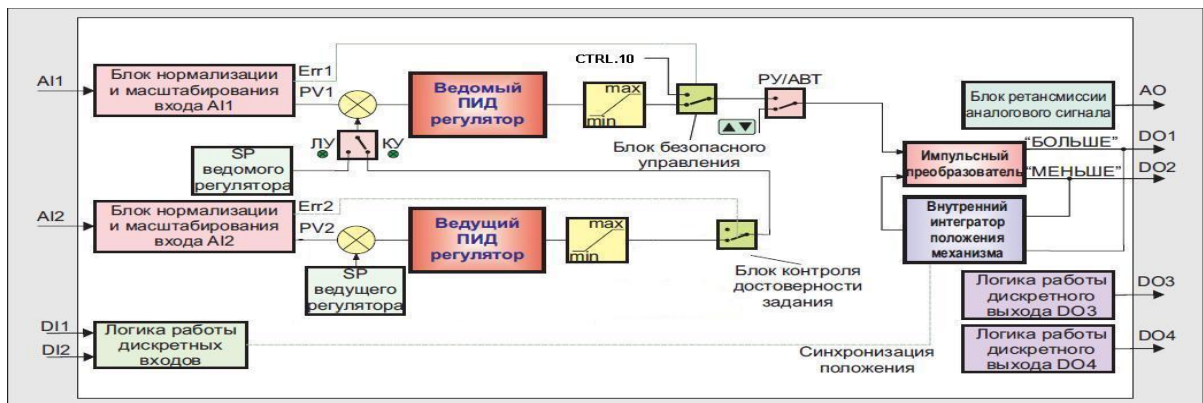

Рисунок 3.12 – Структурная схема каскадного импульсного регулятора
- каскадный ПИД-импульсный (рис. 3.12)